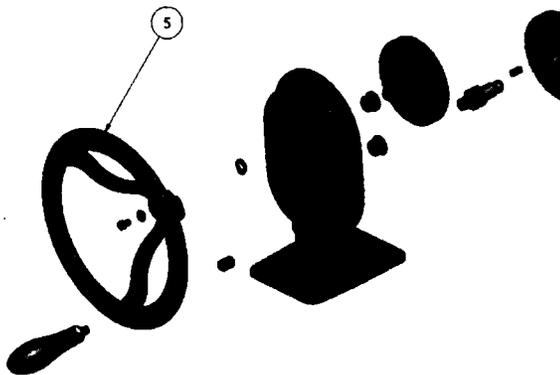

Рис. 6.17. Размещение номера позиции на чертежном виде
6. Щелкните правой кнопкой мыши и выберите **Далее** из контекстного меню. Затем нажмите **Esc**, чтобы выйти из инструмента. См. рис. 6.17.